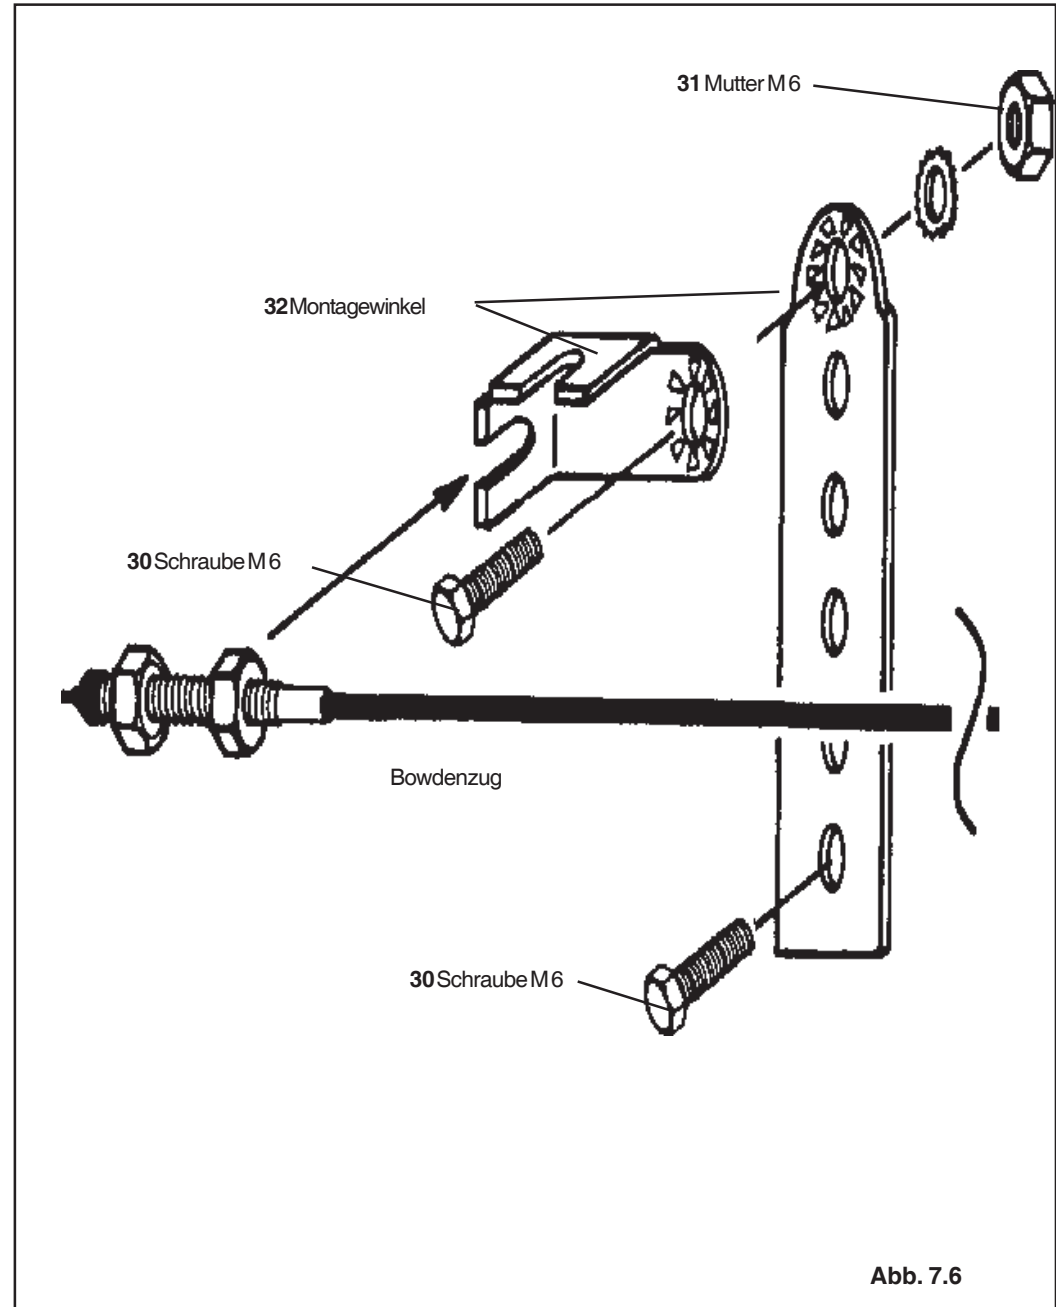

Abb. 7.6
4. Befestigen Sie den Bowdenzug am Motor, aber ziehen Sie den Bowdenzug noch nicht fest an (Abb. 7.6). Nun spannen Sie den Bowdenzug so, daß die Kugelkette leicht durchhängt. Vergewissern Sie sich, daß der Vergaser oder die Einspritzpumpe in Leerlaufstellung ist (bei warmem Motor). Wenn etwas Spiel in der Kugelkette vorhanden ist, fixieren Sie den Bowdenzug endgültig. Es ist möglich, daß Sie einige Kugeln von der Kette entfernen müssen. Die Kugelkette darf aber nicht kürzer als 20 mm sein.
4. Attach the Bowden wire to the engine but do not yet tighten it (Fig. 7.6). Now tighten the Bowden wire until the bead chain has a small amount of slack. Ensure that the carburettor or injection pump is in idling position (with warm engine). When there is still a small amount of slack in the bead chain, finally tighten up the Bowden wire. It may be necessary to remove some of the beads from the chain. However, the bead chain must be not shorter than 20 mm.